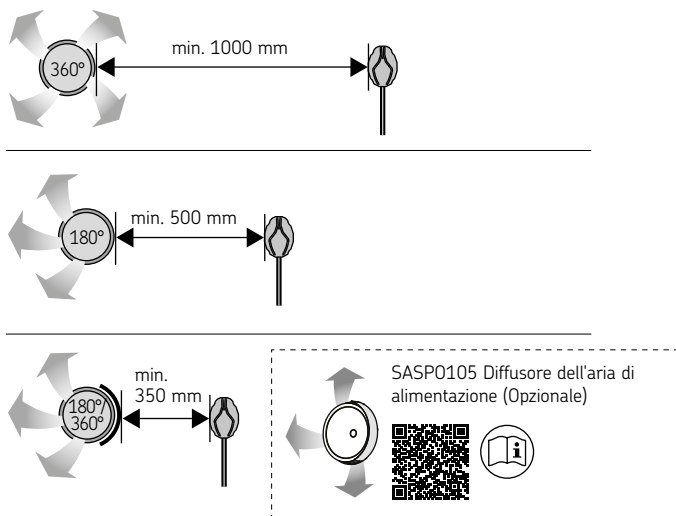

Figura 6. Distanza minima tra lo sfiatatoio di entrata dell'aria e il sensore di temperatura
- **Ventilazione meccanica:** lo sfiato dell'aria di alimentazione deve essere posizionato nella parte superiore della sauna, in modo da non interferire con il funzionamento del sensore di temperatura. (Figura 6. Distanza minima tra lo sfiatatoio di entrata dell'aria e il sensore di temperatura)